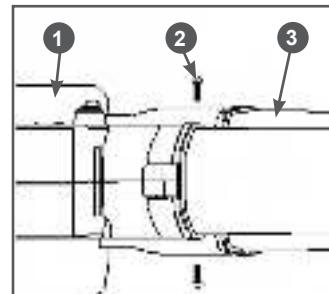

Рис. 3 Установка верхней трубы
- Вставьте верхнюю трубу 3 в корпус вентилятора 1 и закрепите ее с помощью двух винтов 2 (Рис. 3).